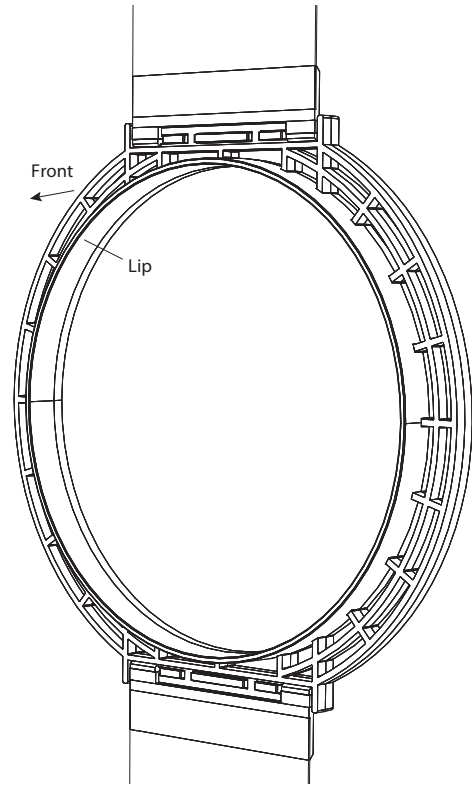

图 5 PMK 的前部是唇边 (所示为 PMK 6)
1. 将 PMK 6 或 PMK 8 组件固定在后盖上, 框架的圆形唇部指向房间 (图 5)。